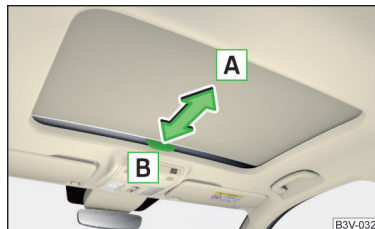

Fig. 64
- Para **abrir**, tirar la manilla en el sentido de la flecha **A** » fig. 64.